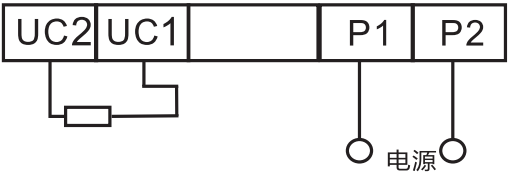

图4 欠压脱扣器接线图
5.4.2.2 当电源电压下降到欠电压脱扣器额定工作电压的70%~35%范围之内, 欠电压脱扣器能可靠地分断断路器; 当电源电压低于欠电压脱扣器额定工作电压的35%时, 欠电压脱扣器能防止断路器闭合; 当电源电压高于欠电压脱扣器额定工作电压的85%时, 欠电压脱扣器能保证断路器可靠闭合。见接线图4。